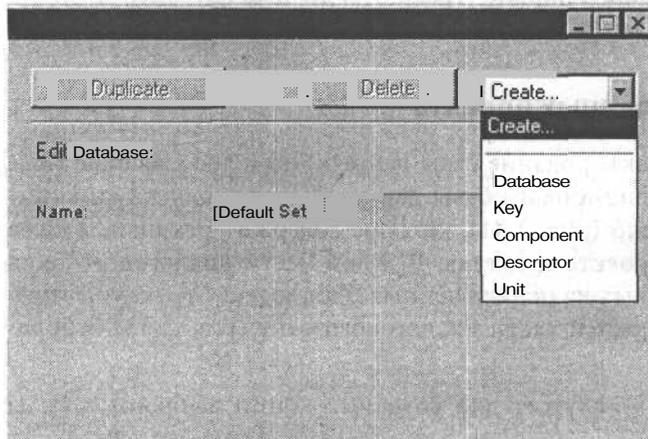

Рис. 2-42. Метод выбора базы данных
- **Create** (Создать) — раскрывает список критериев для создания базы данных (см. рис. 2-42);